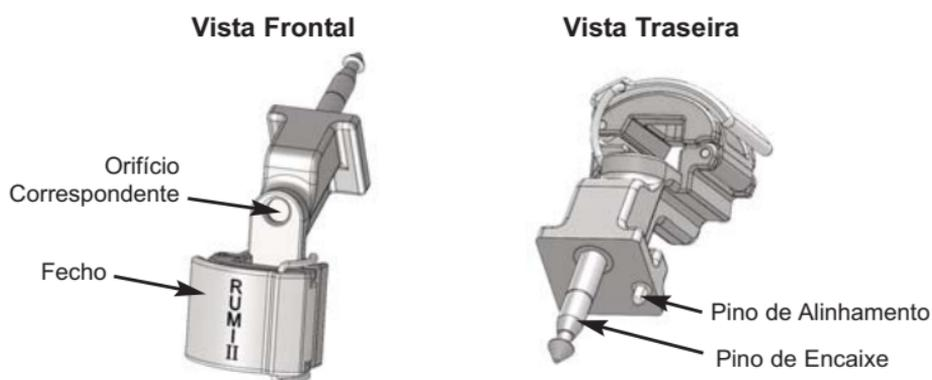

Figura 1. Adaptador RUMI® II
2. Insira o Pino de Encaixe do Adaptador (Figura 1) no Orifício Correspondente no braço do UPS até estar bem preso. Utilize o Pino de Alinhamento para obter uma correcta orientação do Adaptador.